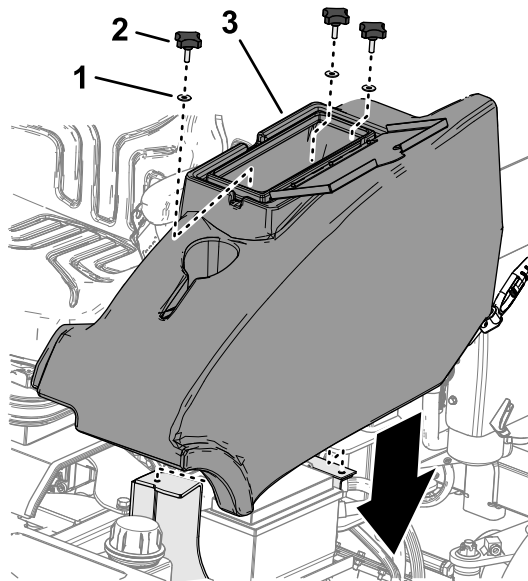

Bild 48
2. Bauen Sie das Ablagefach mit den drei Handrädern und den drei Unterlegscheiben in die Maschine ein (Bild 48).